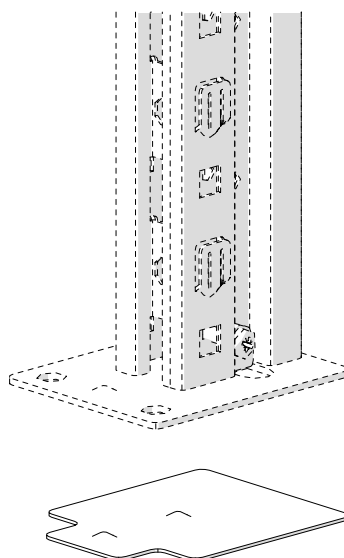

Рисунок 11 — Установка выравнивающей пластины
14. При помощи уровня отрегулировать вертикальное положение стоек и горизонтальное положение полок, при необходимости установить под стойки выравнивающие пластины (рис. 11).